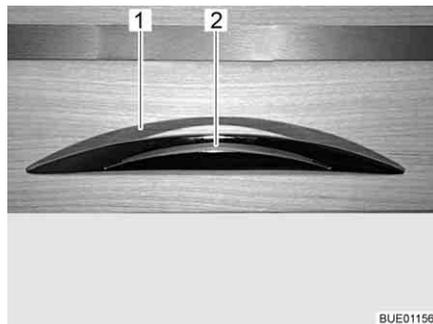

Bild 40 Möbelklappe mit Entriegelungsgriff
- Entriegelungsgriff (Bild 40,2) drücken und gedrückt halten.
- Am Entriegelungsgriff (Bild 40,1) ziehen, bis die Möbelklappe offen ist.